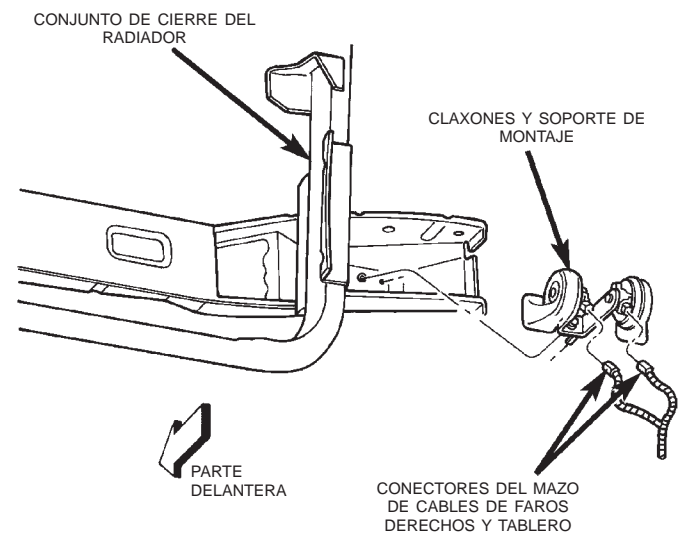

Fig. 4 Desmontaje e instalación de los cláxones
(1) Desconecte y aisle el cable negativo de la batería.
(2) Eleve y apoye el vehículo.
(3) Retire la mitad delantera inferior del forro interior de la caja de rueda delantera derecha. Para informarse sobre los procedimientos, consulte **Guardabarros delantero** en la sección Desmontaje e instalación del grupo 23, Carrocería.
(4) Introduzca la mano por la parte delantera de la abertura de caja de rueda del guardabarros delantero derecho para poder acceder a los dos faros derechos y desconectarlos, junto con los conectores del mazo de cables del tablero, de los receptáculos de conector del claxon (Fig. 4).